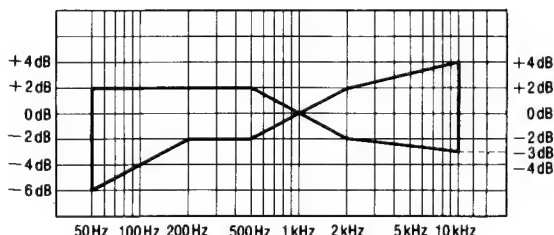

Abb. 4
2. Das in Schritt 1 aufgezeichnete Signal wiedergeben und prüfen, ob der Pegel jeder Ausgangsfrequenz im Bereich liegt, der in Abb. 4 im Vergleich zur Referenzfrequenz (1 kHz) gezeigt wird.